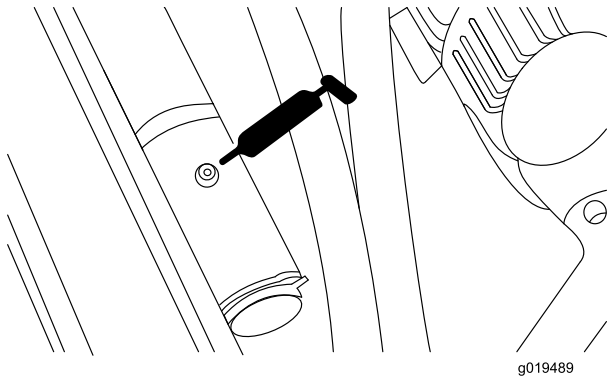

Figura 48
- Pivote del cilindro de elevación trasero (2) (Figura 48).